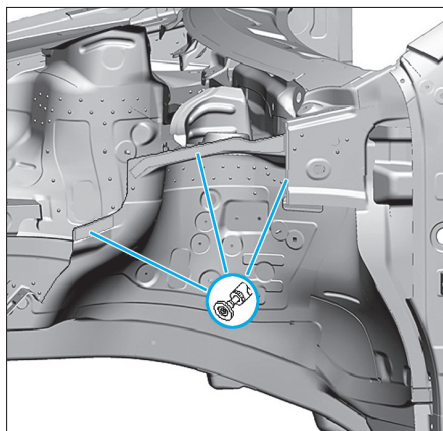

FIG. 9
- Dégrafer l'accostage d'origine entre la doublure d'aile supérieure interne, le passage de roue et le caisson d'eau (Fig.9).